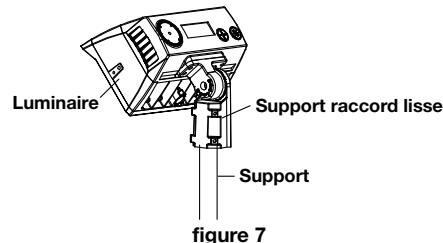

figure 7
Étape 2 : desserrez les boulons de fixation et les boulons d'ajustement, alignez l'appareil à l'angle requis. Resserrer les boulons d'ajustement et les boulons de fixation une fois l'angle confirmé. (figure 7).